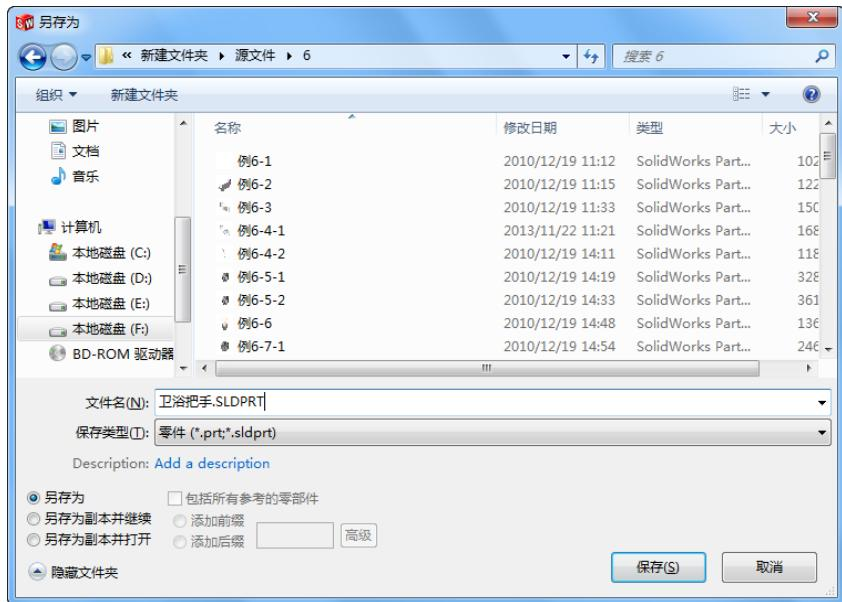

图 6-79 “另存为”对话框
**03** 保存文件。在菜单栏中选择“文件”→“保存”命令，或者单击“标准”工具栏中的“新建”图标按钮 ，此时系统弹出如图 6-79 所示“另存为”对话框。在“文件名”一栏中输入“卫浴把手”，然后单击“保存”按钮，创建一个文件名为“卫浴把手”的零件文件。